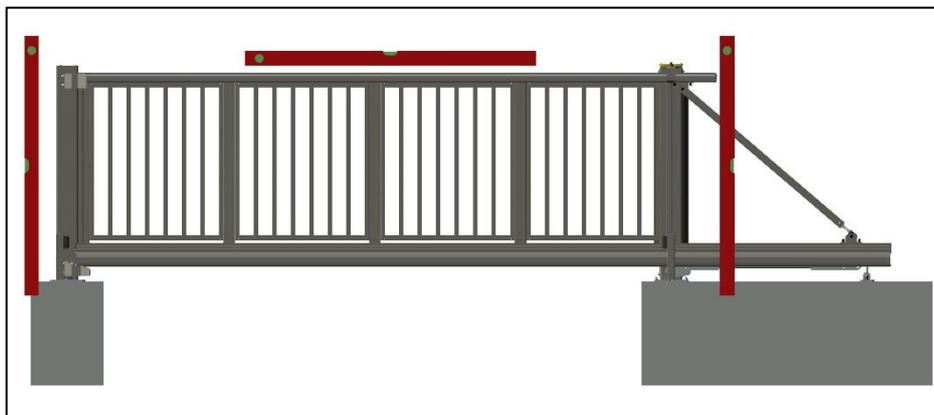

Abbildung 19: Parallelität kontrollieren
11. Einlaufpfosten mit der Wasserwaage einrichten und Parallelität von Pfosten und Tor kontrollieren. Siehe *Abbildung 19: Parallelität kontrollieren*.